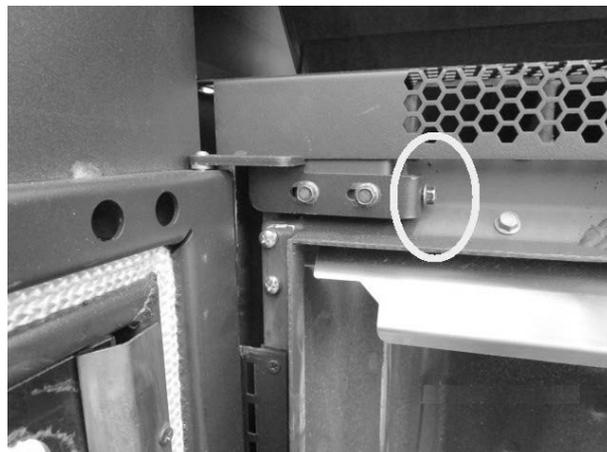

Fig. 35 - Réglage de la porte
- Desserrez les deux vis avant dans la charnière supérieure et avec la vis latérale (celle entourée sur l'image) réglez la porte en avant ou en arrière (voir **Fig. 35**).